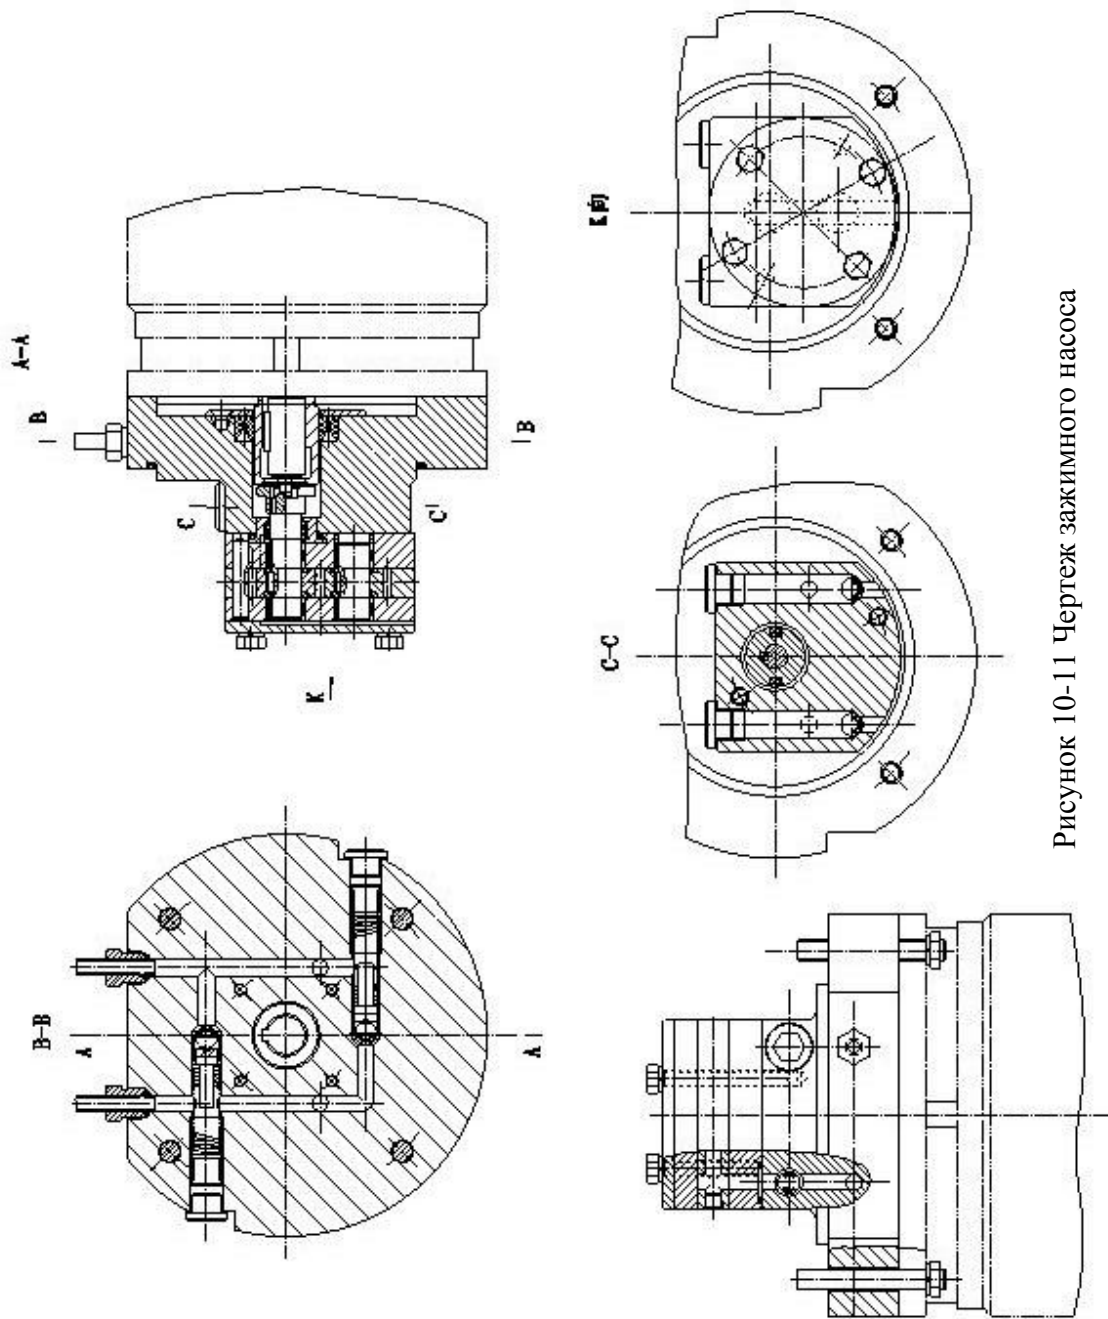

Рисунок 10-11 Чертеж зажимного насоса
10.6 Гидравлическая система (Рисунок 10-11)
Зажим трех частей данного станка (головки шпинделя, рукава, наружной и внутренней колонны), осуществляется зажимным масляным насосом, установленным на рукаве (Рисунок 10-11). Масло под давлением передается на все зажимные масляные цилиндры через распределительный клапан, распределительный клапан расположен на правой стороне электрического шкафа.
(6) Регулировка гидравлического давления системы зажима (Рисунок 10-11)
Гидравлическое давление системы зажима хорошо отрегулировано и зафиксировано перед поставкой. При определенных условиях вы можете отрегулировать гидравлическое давление, заменив пружину на новую (Рисунок 10-11).